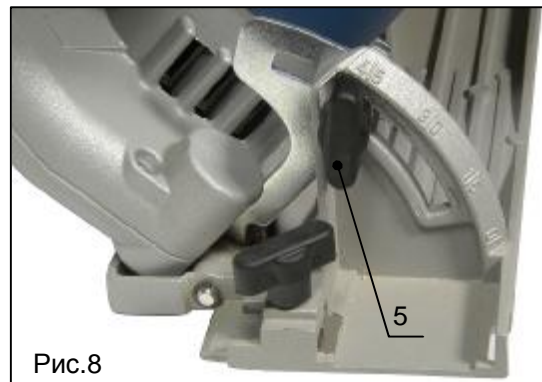

Рис.8
1. Отверните шарнирный болт (поз.5, рис.8) (повернув его против часовой стрелки) на регуляторе угла распила
3. Затяните шарнирный болт (поз.5, Рис.8), повернув его по часовой стрелке